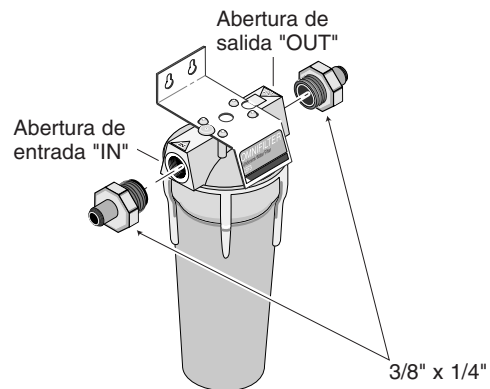

Figura 7
4. Instale los dos accesorios de compresión fileteados en la caja del filtro. Consulte la Figura 7.